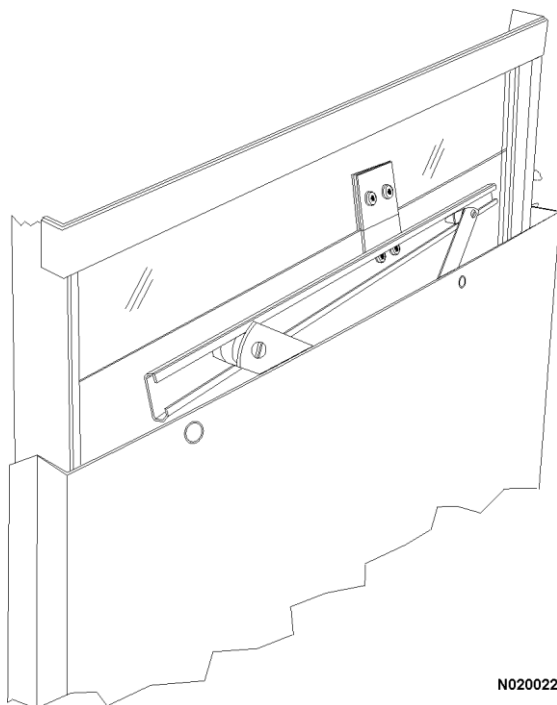

FIGURA 2-7.
- f. Baje con mucho cuidado el panel de la puerta unas cuantas pulgadas. Sostenga el vidrio de la parte superior para evitar que se caiga. Deslice el panel de la puerta hacia la cabina para desenganchar el rodillo del regulador de la ventana (Figura 2-7) del riel en la parte inferior del vidrio. Saque el panel de la cabina para desenganchar el otro rodillo superior y rodillo inferior de sus rieles. Después de desmontar el panel colóquelo en un lugar seguro.
5. Baje con cuidado el panel de la puerta unas pocas pulgadas. Sostenga el vidrio de la parte superior para evitar que se caiga. Deslice el panel de la puerta hacia la cabina para desenganchar el rodillo del regulador de la ventana (Figura 2-7) del riel en la parte inferior del vidrio. Deslice el panel, separándolo de la cabina para desenganchar el otro rodillo superior y el rodillo inferior de sus rieles. Coloque el panel en un lugar seguro después de sacarlo.
19. Instale el soporte del riel del regulador de la ventana como se muestra en la Figura 2-7. Asegúrese que los bujes de nylon y las empaquetaduras queden bien instalados para evitar dañar el vidrio.